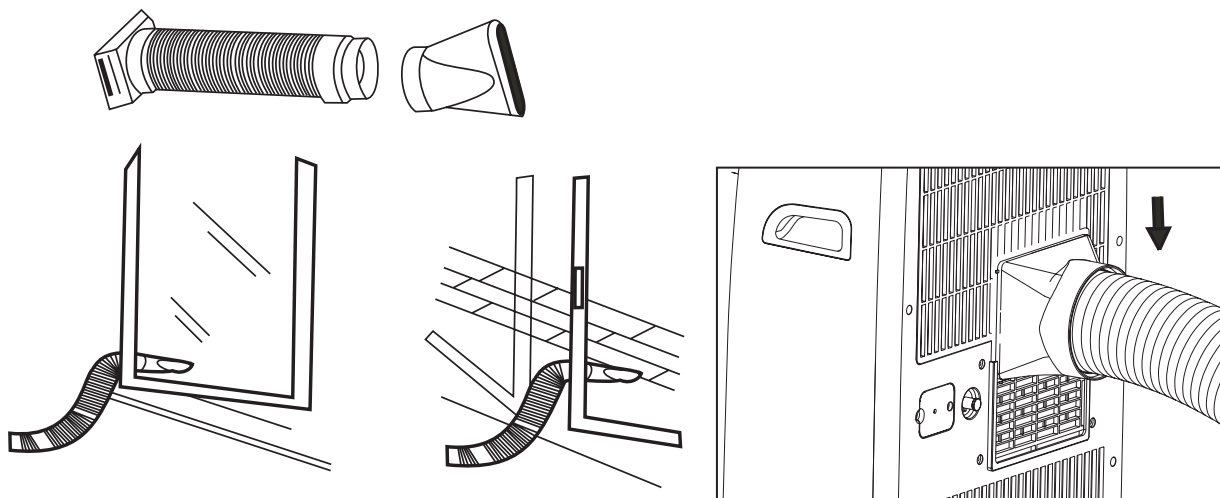

Fig. 9
1. Prenda uma das extremidades da conduta à saída de exaustão do ar condicionado portátil, faça força para baixo e assegure-se que fica bem presa. (ver fig.9)
1. Prenda uma das pontas da conduta à saída de exaustão do ar condicionado portátil. De acordo com a direcção da seta, puxe-a para baixo. Assegure-se que fica bem presa. (ver fig.9)
2. Instale o adaptador a na parede, usando 4 fichas de parede e parafusos. Assegure-se que fica bem preso. (ver fig.9)